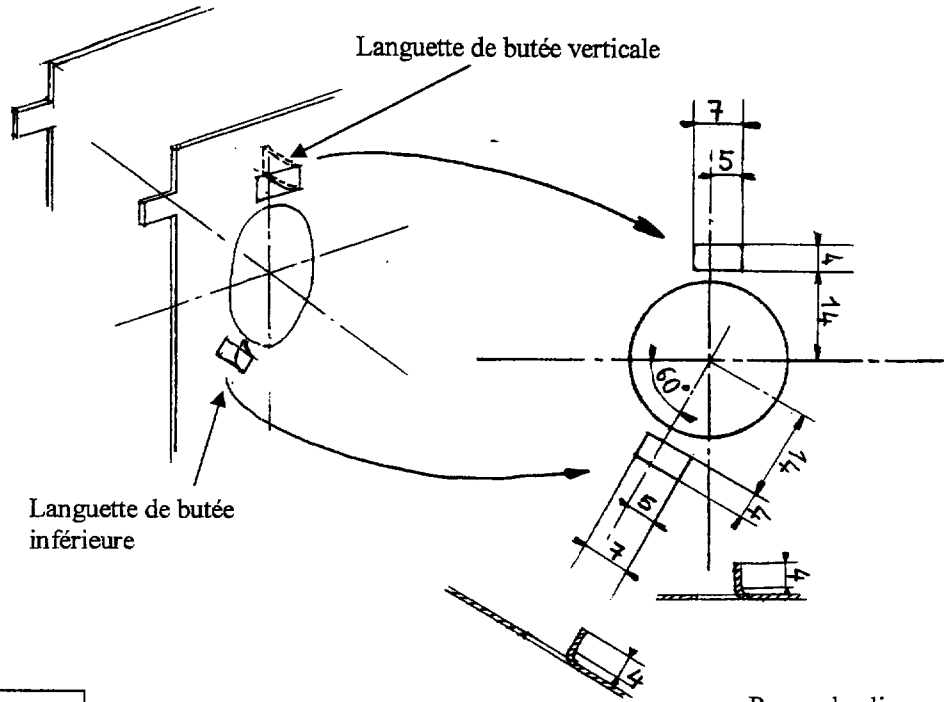

Figure 1
Chacune de ces 2 butées réalisées sur le coté droit du support est constituée **d'une languette de tôle pliée** suivant le schéma du document 2 Figure 1.
4.1 Créer la découpe nécessaire à la réalisation de la languette suivant les cotes données sur le document 2 Fig 1.